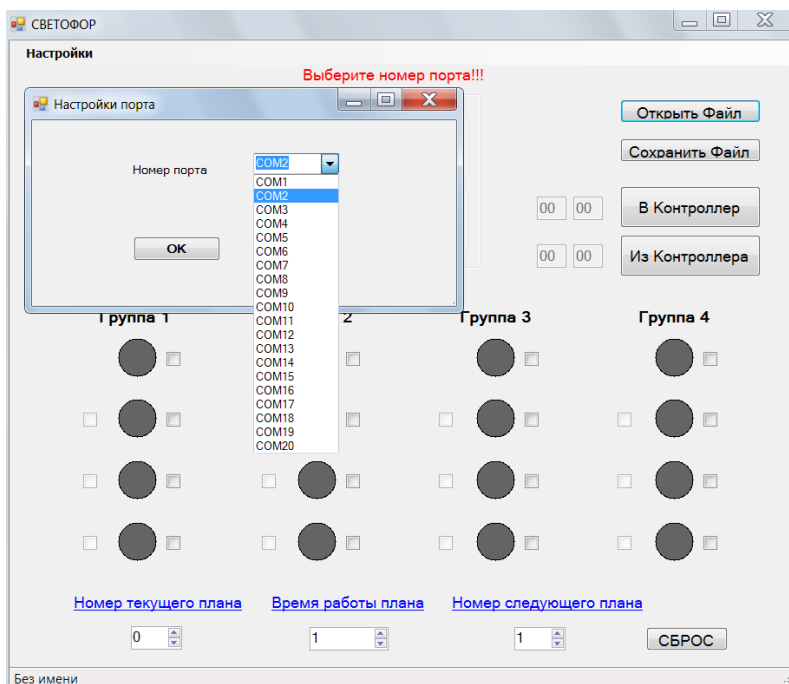

Рис. 2
1. «**НАСТРОЙКИ**». Для выбора номера последовательного порта зайдите в меню «Настройки», затем выберите пункт меню «Настройка порта». В появившемся окне выберите номер порта, к которому подключен контроллер и нажмите кнопку «ОК». Если выбран неправильный порт, то появится окно с надписью «Выбранный порт отсутствует в системе!». Если выбран правильный порт, то в главном окне программы исчезнет красная надпись «Выберите номер порта». Рис.2